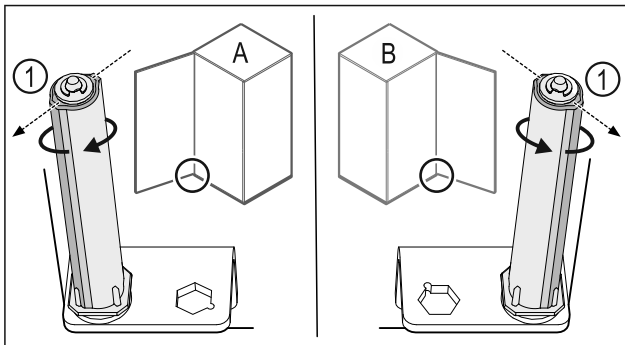

Fig. 34 Linksanschlag (A) / Rechtsanschlag (B)
- Schließsystem gegen den Widerstand drehen, bis der Steg des Schließsystems Fig. 34 (1) nach außen zeigt.